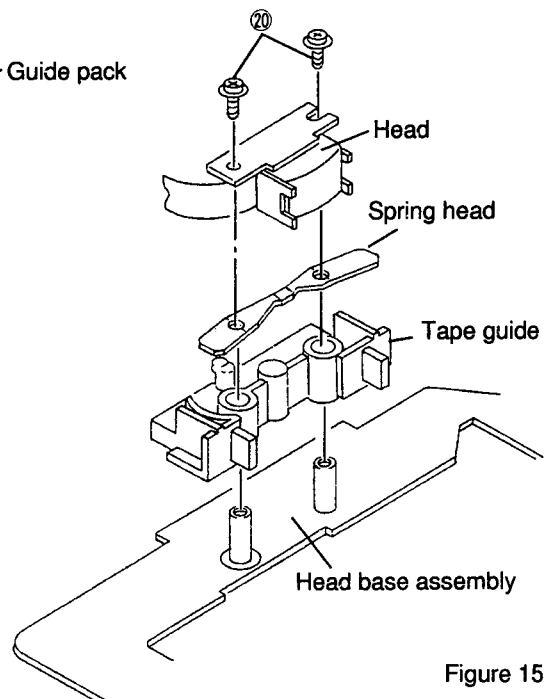

Figure 15
- (1) After removing the pinch roller spring, remove two screws ② as shown in Figure 15.
- (1) ピンチローラー Spring を外した後、2本のネジ②を外します。(図15参照)